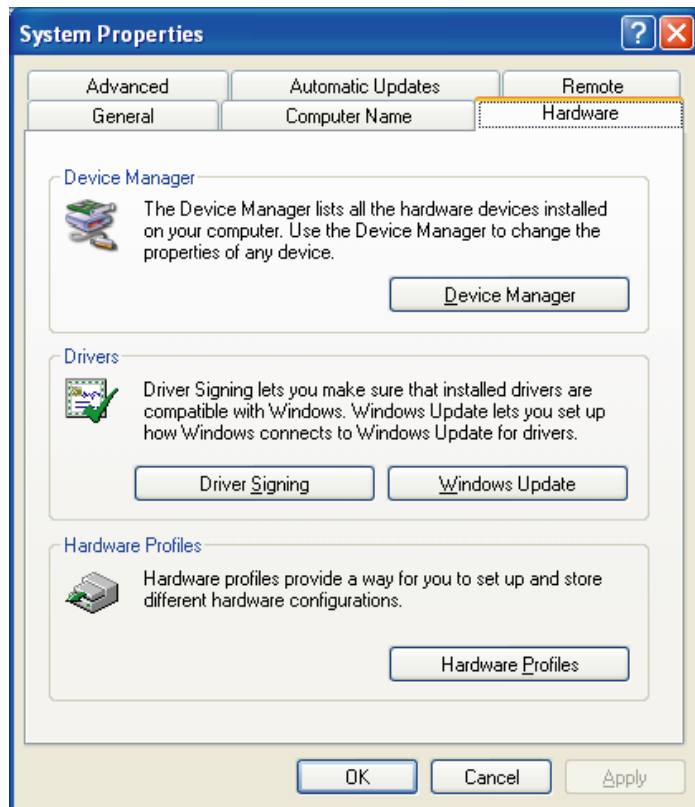

Рис. 4-97
1. Правой кнопкой мыши нажмите на значок «My Computer» («Мой компьютер») и выберите параметр «Properties» («Свойства»), как показано на Рис. 4-97.